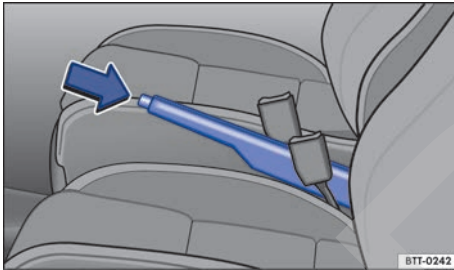

Fig. 107 Entre los asientos delanteros: freno de mano.
- Tire de la palanca del freno de mano con fuerza hacia arriba manteniendo el botón de bloqueo presionado → fig. 107.
- Tire ligeramente de la palanca del freno de mano hacia arriba y presione el botón de bloqueo → fig. 107.